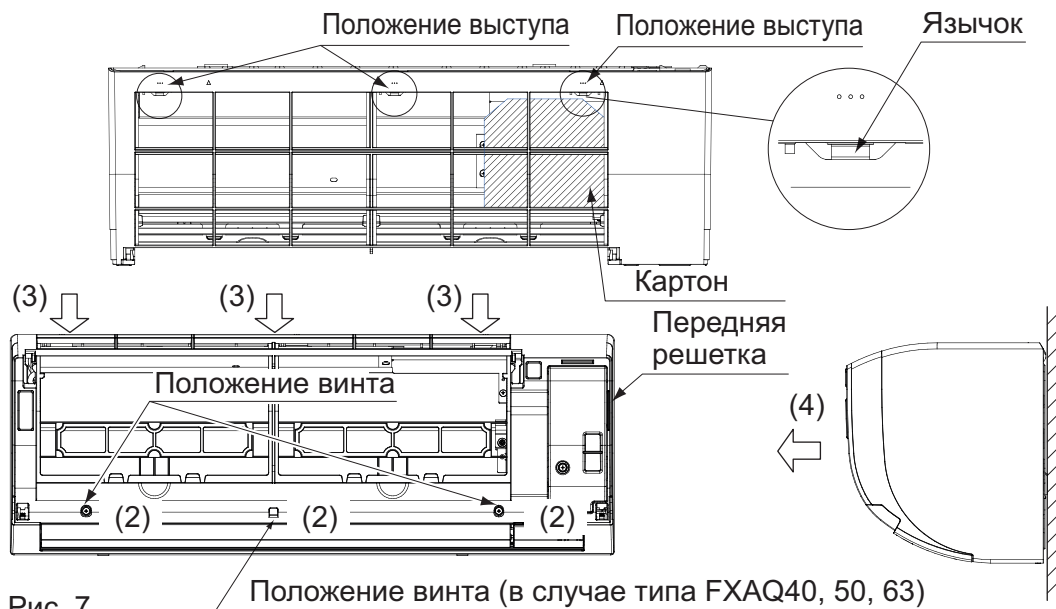

Рис. 7
- Снимите переднюю решетку. (См. рис. 7)
- Уберите буферный материал, подставленный при выполнении шага (6).
- Закрепите внутренний агрегат на установочной панели (1) с помощью крепежных винтов (6).